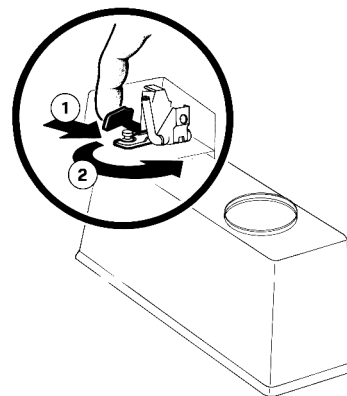

figura 5
- 2 - Desmontar el contenedor y ponerlo boca abajo. Desenganchar (1) la palanca de desmontaje del grifo y al mismo tiempo girar (2) hacia la izquierda (sentido antihorario) todo el cuerpo del grifo hasta desengancharlo completamente junto al cubre-grifo (ver figura 5).
- 1 - Enganchar otra vez el cubre-grifo y el cuerpo grifo al contenedor con operaciones inversas a las ilustradas en el desmontaje 5.3.2.1. SERIES BS CON GRIFO DE GOMA (ver figura 5).
- 1 - Enganchar otra vez el cubre-grifo y el cuerpo grifo al contenedor con operaciones inversas a las ilustradas en el desmontaje (ver figura 5).